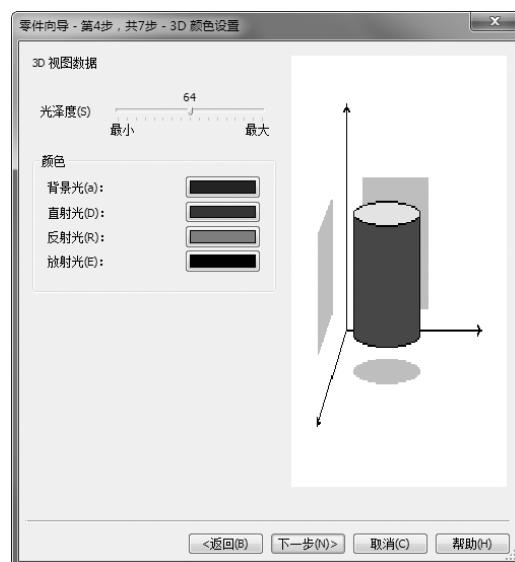

图 14-4 3D 视图设定界面
4) 单击“下一步”按钮，进入 3D 视图设定界面，如图 14-4 所示。在这里颜色使用默认设置，以便于区分。